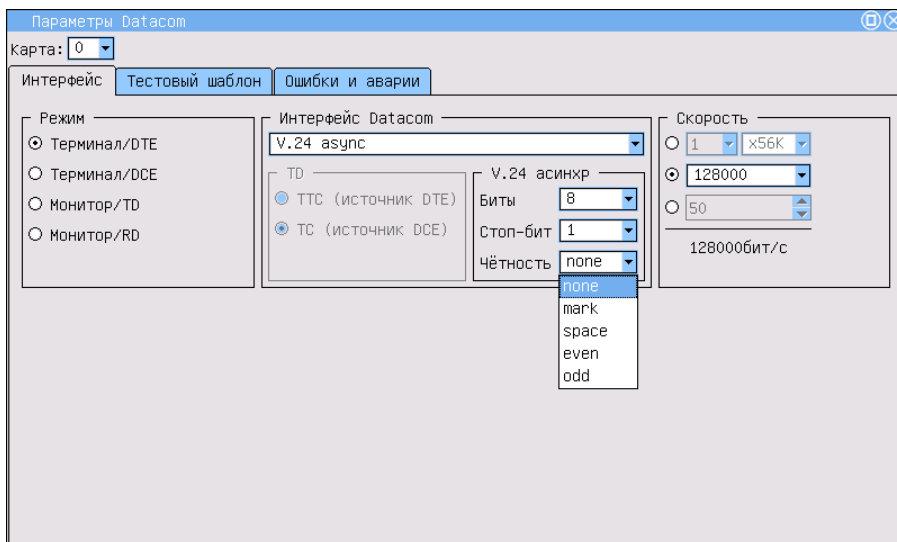

Рис. 3.4: Выбор режимов контроля чётности
5. Для асинхронных режимов (поле **V.24 асинхр**) предоставлена возможность настройки дополнительных параметров (рис.3.4):